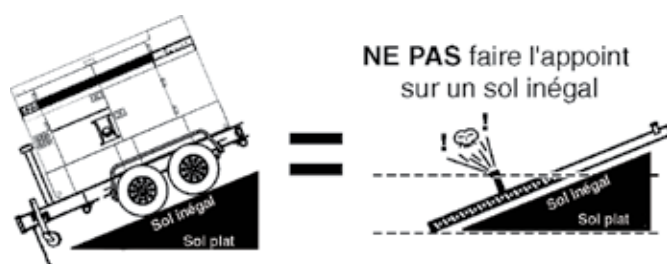

Figure 30. Faites l'appoint uniquement sur un sol plat
1. **Réservoirs à niveau** — Assurez-vous que les piles à combustible sont au même niveau que le sol. Ne pas le faire entraînera le renversement du carburant du réservoir avant d'atteindre sa pleine capacité (Figure 30).